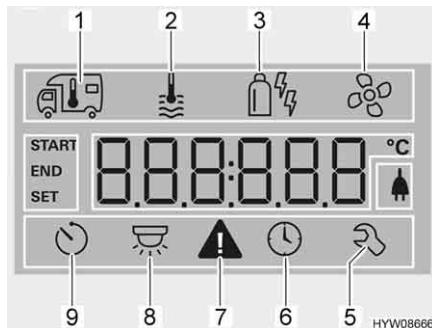

Fig. 52 Display
- Ruotare la manopola/il pulsante (Fig. 51,6), finché il simbolo del menu del riscaldamento (Fig. 52,1) lampeggia.
- Ruotare la manopola/il pulsante (Fig. 51,6), finché il simbolo del menu delle ventole (Fig. 52,4) lampeggia.
- Ruotare la manopola/il pulsante (Fig. 51,6), finché il simbolo del menu del timer (Fig. 52,6) lampeggia.
- Premere la manopola/il pulsante. Il timer è attivato. Il simbolo del timer (Fig. 52,6) lampeggia quando il timer è programmato e attivo.
In caso di avviso, il relativo simbolo lampeggia (Fig. 52,7). Il riscaldamento rimane in funzione. Se si tratta solo di un guasto temporaneo, il simbolo di avvertimento si spegne autonomamente.